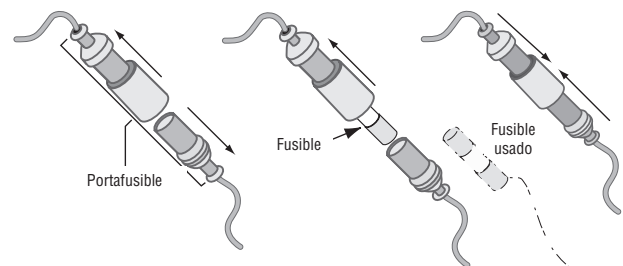

**Figura 7 – Gire el impulsor en el sentido de las agujas del reloj durante la instalación.**
9. Gire el impulsor en el sentido de las agujas del reloj mientras lo esté instalando (las hojas del impulsor estarán dobladas). Consulte la figura 7.